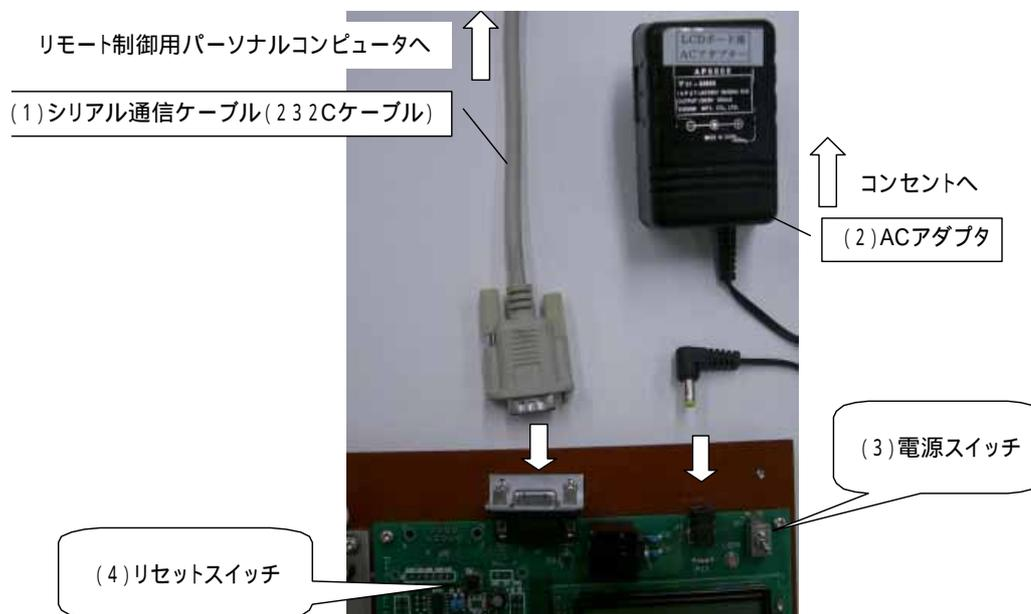
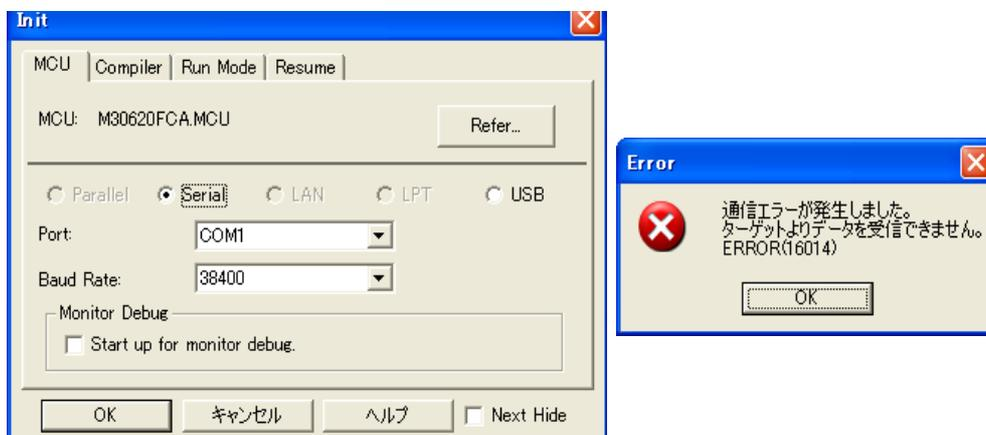

図 4 OAKS16LCD ボードキットの接続
図 19 デバッガ通信画面と通信エラー画面
まず，図 4 の通りに (1) シリアル通信ケーブルでリモート制御用のパーソナルコンピュータと接続し，(2) ACアダプタと接続する．
すると図 19 左が開くので、普段はそのまま「OK」ボタンをクリックする。もしもここで図 19 右側の通信エラー画面が開いた場合には、再度 4.1 節の図 4 の接続を確認し、電源スイッチを入れなおし、確実にリセットボタンを押し直してから再度デバッガを起動する。